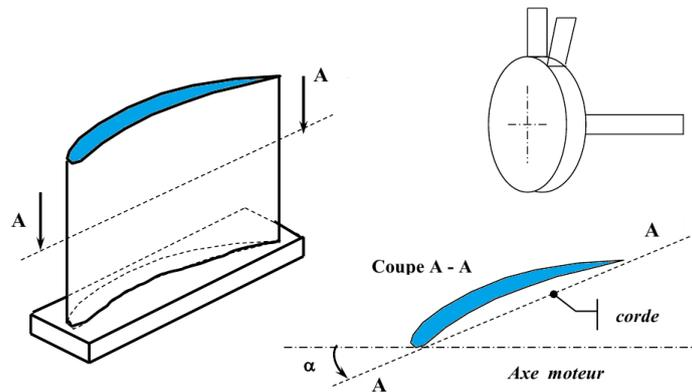

Figure 4.
- Grille d'aube mobile (rotor), voir figure 4.